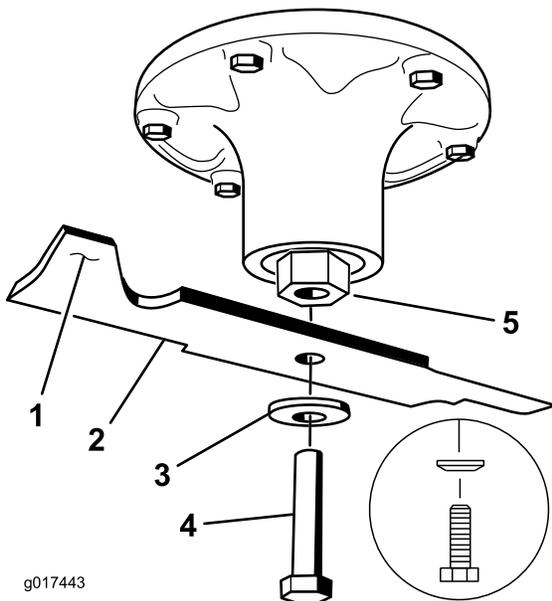

Figure 114
2. Enlevez de l'axe, le boulon, la rondelle bombée et la lame (Figure 114).
- Placez la lame sur l'axe (Figure 114).
- Montez la rondelle bombée et le boulon de lame (Figure 114).